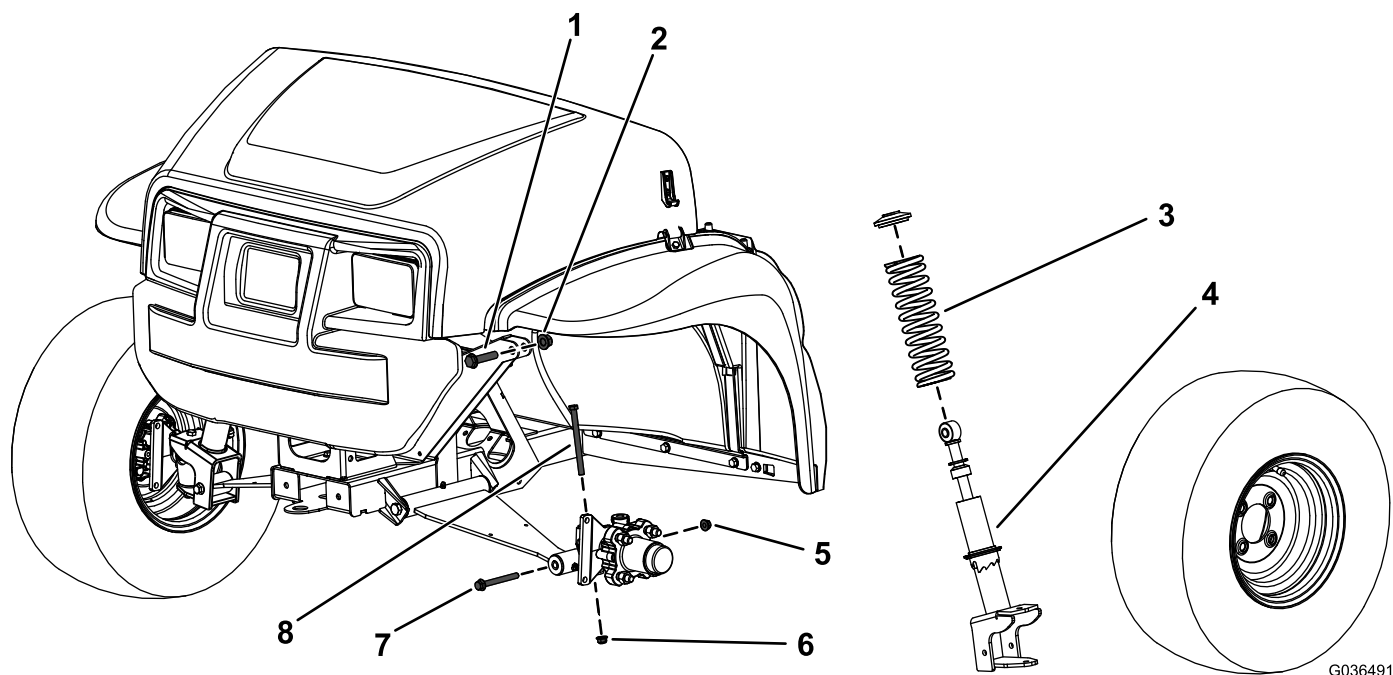

Figura 1
2. Retire el perno de cabeza hexagonal (3/8" x 4-3/4") y la tuerca con arandela prensada (3/8") del eje (Figura 1).
3. Retire el perno de cabeza hexagonal (3/8" x 3-1/2") y la tuerca con arandela prensada (3/8") del brazo de control (Figura 1).
4. Retire el perno de cabeza hexagonal (1/2" x 2-1/4") y una contratuerca (1/2") que fijan el conjunto del puntal al bastidor superior (Figura 1).
5. Retire el conjunto del puntal (Figura 1).
3. Retire el muelle del conjunto del puntal (Figura 1).
4. Instale el nuevo muelle sobre el conjunto del puntal existente (Figura 1).
2. Sujete la parte superior del conjunto de puntal al bastidor con el perno de cabeza hexagonal superior (1/2" x 2-1/4") y una contratuerca (1/2") tal y como se muestra en la Figura 1.
4. Instale el perno de cabeza hexagonal (3/8" x 4-3/4") y la tuerca con arandela prensada (3/8") en el eje (Figura 1).
6. Sujete la parte inferior del conjunto del puntal al brazo de control con el perno de cabeza hexagonal (3/8" x 3-1/2") y una contratuerca (3/8") tal y como se muestra en la Figura 1.